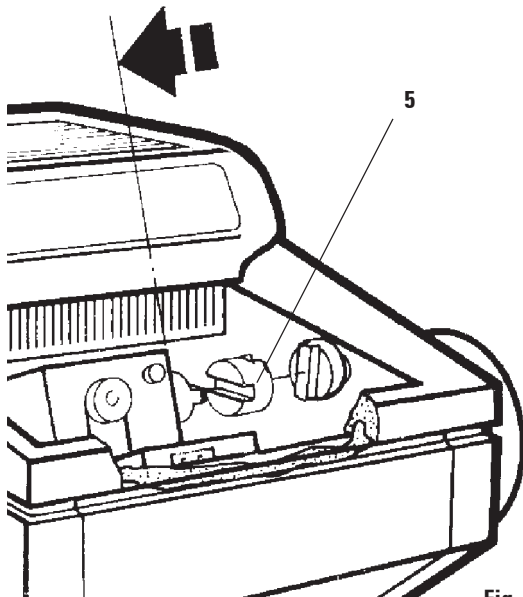

Fig. 26
- Applicera en droppe olja på plastkopplingen (5, fig. 26).
- Smörj preparatcylindern (1):